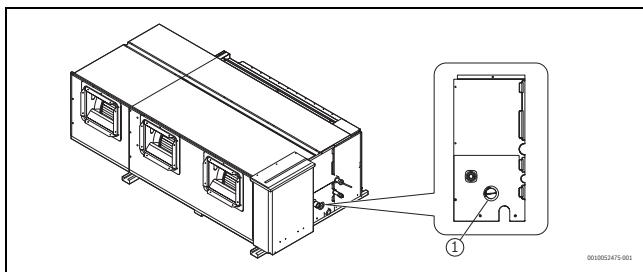

Fig. 27
- Abra o tampão cego da água de teste (→ Fig. 27) na máquina, este precisa de estar desapertado durante o teste de drenagem para verificar se a bomba de drenagem está ligada e se existe um problema com a bomba de drenagem.